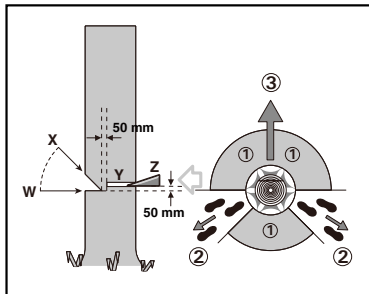

Figure 1
Un chemin d'évacuation devra être prévu et laissé libre, le cas échéant, avant de commencer à couper. Le chemin d'évacuation doit s'étendre à l'opposé et en diagonale par rapport à la ligne de chute de l'arbre prévue comme illustré à la Figure 1.
Faites une entaille au 1/3 du diamètre de l'arbre, perpendiculairement au sens de chute comme illustré à la Figure 1. Commencez par l'entaille horizontale inférieure (W) en premier. Cela évite que la chaîne ou le guide-chaîne ne se coince pendant l'exécution de la deuxième entaille (X).
Effectuez l'entaille arrière d'abattage (Y) au moins 2" (5 cm) plus haut que l'entaille horizontale comme illustré à la Figure 1. Maintenez l'entaille arrière d'abattage parallèle à l'entaille horizontale. Réalisez l'entaille arrière d'abattage afin de laisser assez de bois pour former une charnière. La charnière permet à l'arbre de ne pas pivoter et tomber dans la mauvaise direction. Ne coupez pas à travers la charnière.
Lorsque l'arbre commence à tomber, enlevez la tronçonneuse de la coupe, arrêtez le moteur, posez la tronçonneuse, puis utilisez le chemin d'évacuation prévu (②). Méfiez-vous des branches en hauteur qui pourraient tomber et gardez un bon équilibre. (Voir Figure 1.)